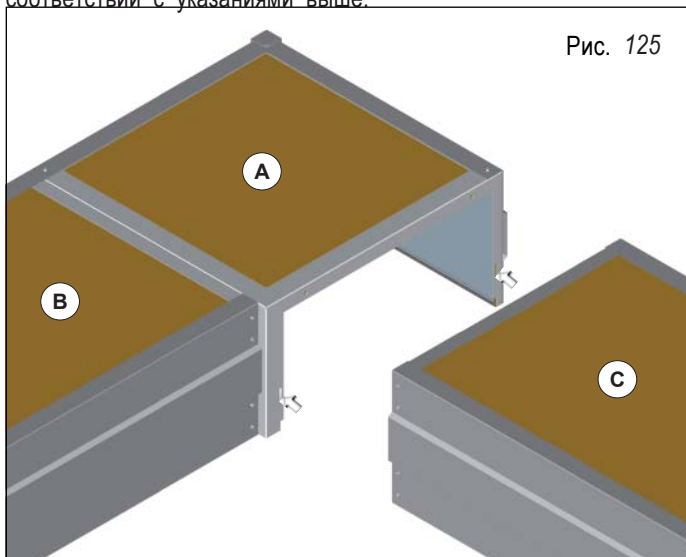
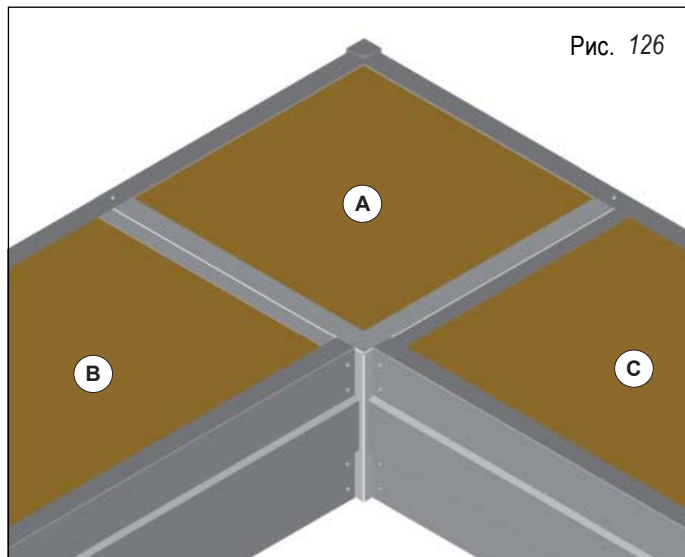

Рис. 125
Рис. 126
Подвесить к предварительно закрепленному модулю изгиба (A) второй участок теплоизлучающей трубы (И) с помощью выступа и щели (рис. 125), как указано выше. С помощью двух болтов соединить теплоизлучающую трубу с модулем изгиба (рис. 126).